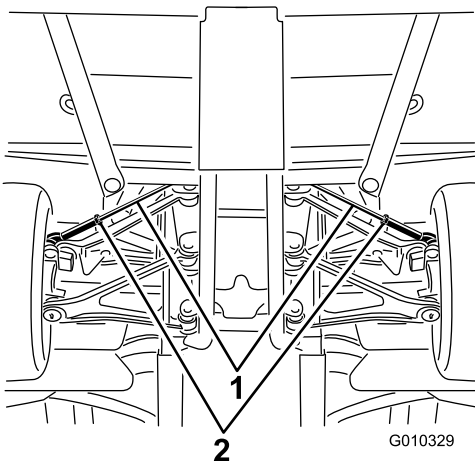

Figura 49
- A. Desaperte a porca de retenção no centro da barra de ligação (Figura 49).